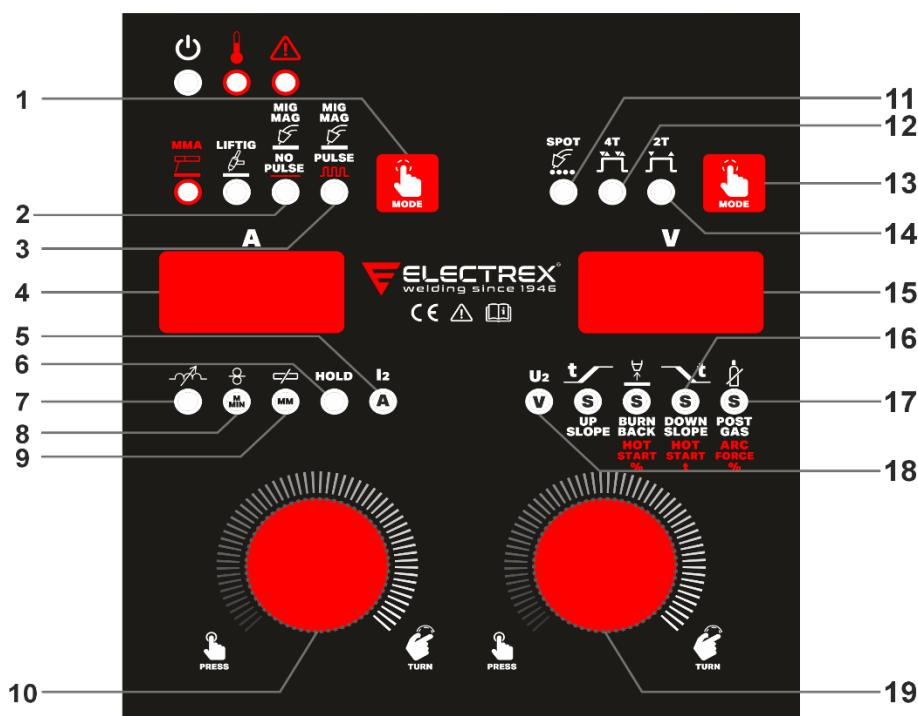

Fig 5.
- Seleccione el modo de soldadura MIG/MAG no pulsada (2 - Fig. 5) o pulsada (3 - Fig. 5). Con el modo MIG/MAG pulsado, la corriente alternará entre una corriente alta y una baja, permitiendo baja aportación de calor, ausencia de proyecciones y facilidad de uso.
8.1.1.- Parámetros de soldadura MIG/MAG sinérgica (ver Fig.5)
Modo soldadura temporizada a puntos MIG/MAG (11 - Fig. 5) - Cuando seleccionado indica que la máquina está en modo de soldadura a puntos MIG/MAG. Para seleccionar esta función, pulse la tecla 13 - Fig.5 hasta que se encienda el led 11. Ajuste el tiempo del punto, presionando el botón derecho (19 - Fig.5) hasta que el display izquierdo (4 - Fig. 5) muestre el SPt y gírello para el tiempo deseado. Inicie la soldadura por puntos presionando el gatillo de la antorcha y continúe presionando hasta el final del programa de soldadura MIG regulado (consulte las páginas siguientes).
Pulse el botón derecho (19 - Fig. 5) hasta que el display derecho (15 - Fig. 5) muestre el programa de soldadura deseado (el display izquierdo - 4 - Fig. 5 mostrará el último programa seleccionado) y seleccione el programa de soldadura con el botón derecho (19 - Fig. 5) hasta que el display derecho (15 - Fig. 5) muestra su número.